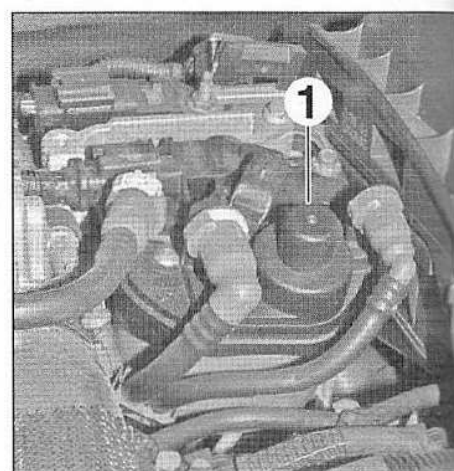

FIG.75
- Amorcer le circuit d'alimentation en carburant à l'aide de la pompe d'amorçage manuelle (1) pendant 120 secondes (Fig.75).